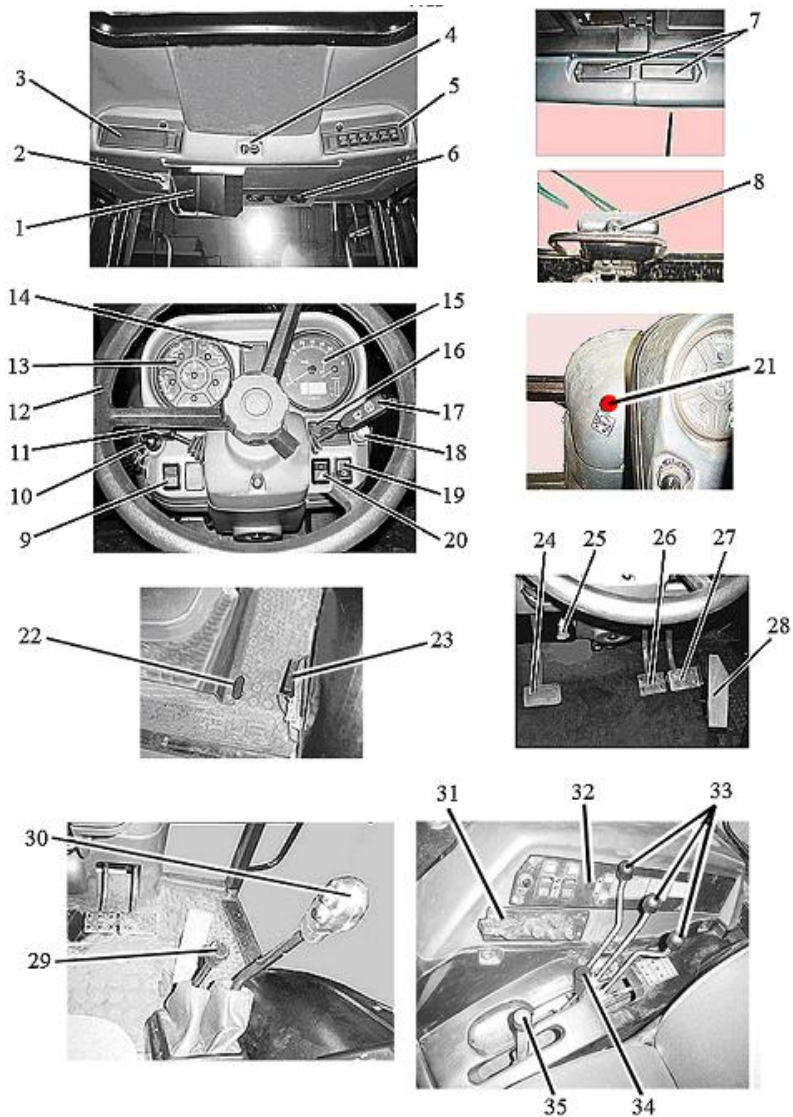
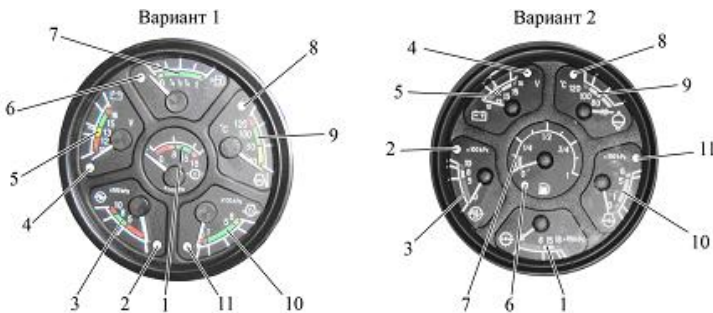

Рис. 3.11. Органы управления и приборы тракторов «Беларус-2022» и «Беларус-2022В» и их модификаций
Рис. 3.20. Комбинация приборов
На рис. 3.11 представлено расположение органов управления и приборов тракторов «Беларус-2022» и «Беларус-2022В» и их модификаций, где приняты следующие обозначения:
При работе трактора тумблер выключателя 8 (см. рис. 3.11) должен находиться во включенном положении (т. е. в верхнем положении).
На пульте управления кондиционером 4 (см. рис. 3.11) находятся переключатели 1, 2 (рис. 3.18).
Управление кондиционером в режиме кондиционирования осуществляется с помощью переключателя 1, которым можно изменять расход воздуха посредством изменения скорости работы вентилятора. С помощью переключателя 2 можно изменить температуру выходящего из дефлекторов 6 (см. рис. 3.11) холодного и осушенного воздуха в режиме кондиционирования (**внимание:** кондиционер воздуха может быть включен и работать только при работающем двигателе).
– рециркуляционными заслонками 7 (см. рис. 3.11) можно регулировать смесь наружного и рециркуляционного воздуха.
Комбинация приборов 13 (см. рис. 3.11) включает в себя шесть указателей с пятью сигнальными лампами, может быть выполнена в двух вариантах (рис. 3.20), где приняты следующие обозначения: